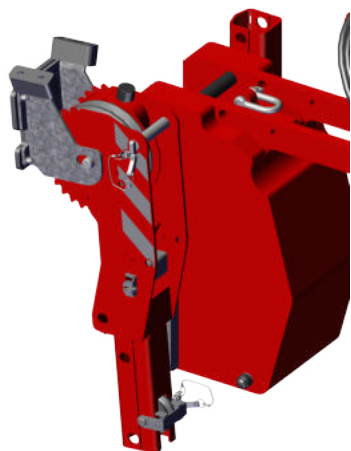

Figura 4.9 Cabezal del cabestrante en
1. Coja el cabezal del cabestrante del soporte del contrapeso (véase *Figura 4.9*).
2. Fije el cabezal del cabestrante en la pluma con el perno de retención (1) y apriete este.